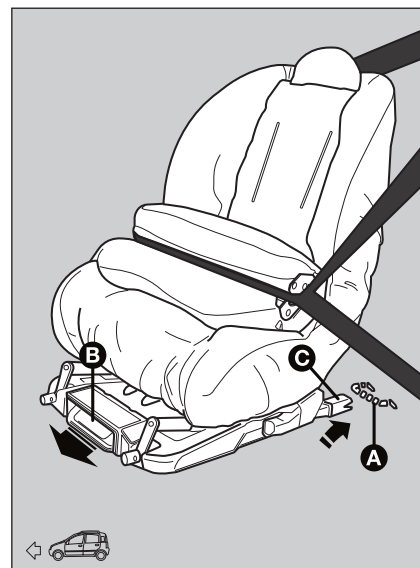

fig. 15
- ☐ asegúrese de que la palanca de desenenganche **B**-fig. 15 esté en la posición de reposo (hacia adentro);